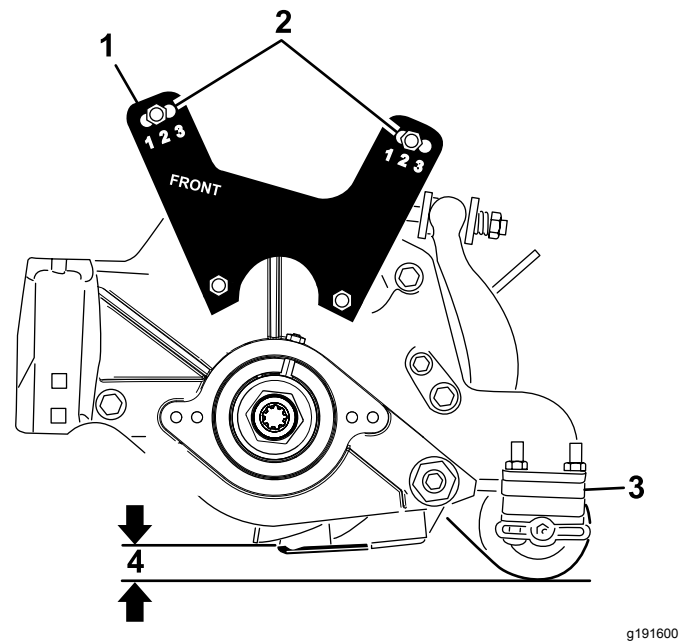

Figura 20
- Abbassate l'apparato di taglio al suolo e misurate la distanza tra il suolo e il bordo superiore della controlama, come illustrato in Figura 20.